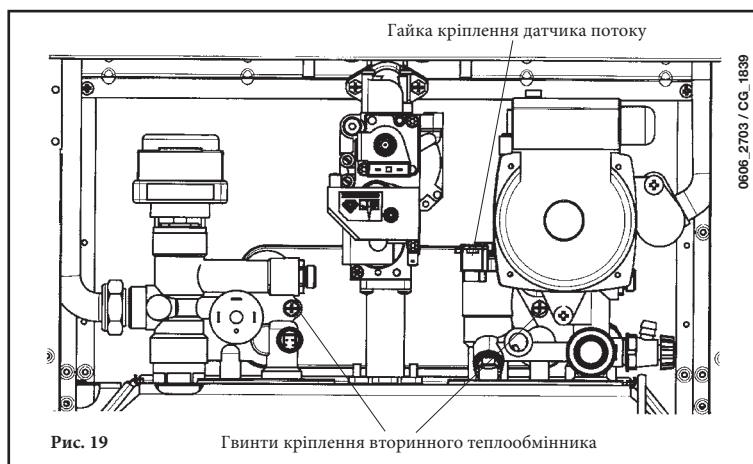

Рис. 19
- відкрутіть два гвинти (прямо перед Вами), які кріплять теплообмінник ГВП, та вийміть його (див. рис. 19).
- відкрутіть гайку на блоці датчика потоку води (рис. 19);